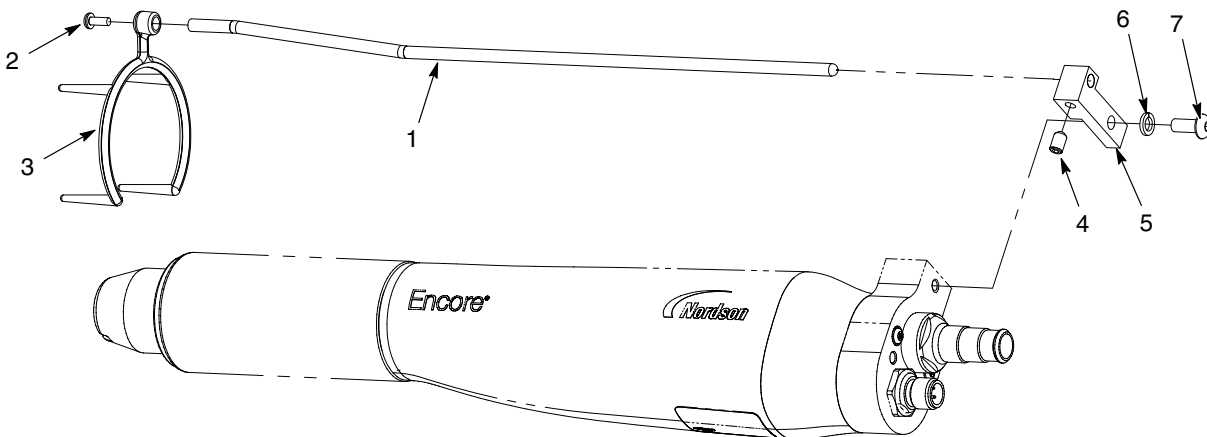

Bild 1 Installation av jonfångare
1. Se bild 1. Montera fästblocket (5) på pistolen med M5 låsbrickan och skruven (6, 7).
2. Sätt i kollektorelektroden (1) i blocket och fäst den med M5 x 8 stoppskruven (4).
3. Skjut på ringen med flera spetsar (3) på munstycket och fäst den på kollektorelektroden med M3 skruven (2).
Se bild 1 för delarnas referensnummer.